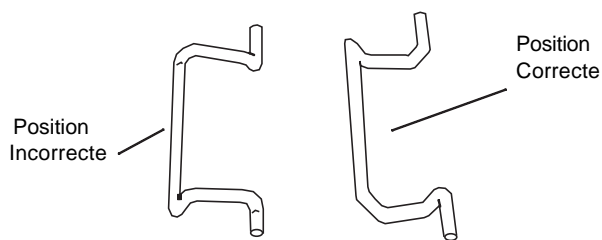

Figure 4-31.
N.B. : Avant d'unir les maillons maîtres intérieurs, assurez-vous du fait qu'ils soient dans la position correcte (Figure 4-31). Le maillon de droite est en position correcte (avec les pointes vers le haut) pour l'introduire dans la courroie du transporteur. Si les pointes regardent vers le bas, c'est qu'elles sont mal placées.